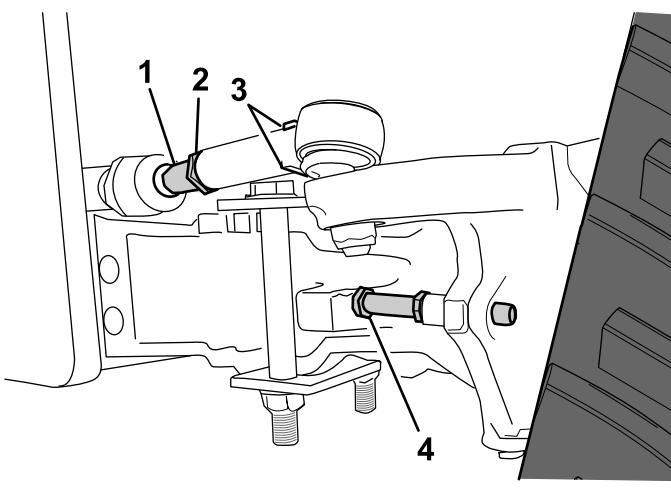

Figura 16
- Coloque una llave en las superficies planas de la terminal de tracción (Figura 16).
- Utilice una segunda llave para aflojar la tuerca de bloqueo (Figura 16).
- Mueva la segunda llave a las superficies planas del ajustador roscado (Figura 16) y gire el ajustador roscado hacia adentro o hacia afuera hasta que las orugas queden aproximadamente paralelas.
- Ajuste el limitador de dirección (Figura 16) según sea necesario para evitar que la oruga interfiera en la máquina.